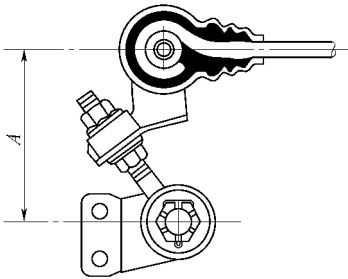

图 15-120 调整 2 号夹头的长度
- 1) 调整 2 号夹头的长度，如图 15-120 所示。